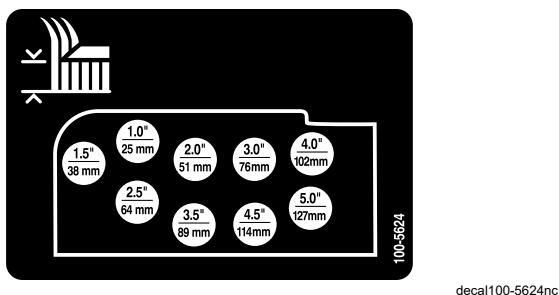

Bild 23
- Montieren Sie die Schnitthöhenketten im gewünschten Schnitthöhenloch und befestigen Sie sie mit dem Splint und dem Lastösenbolzen (Bild 23).